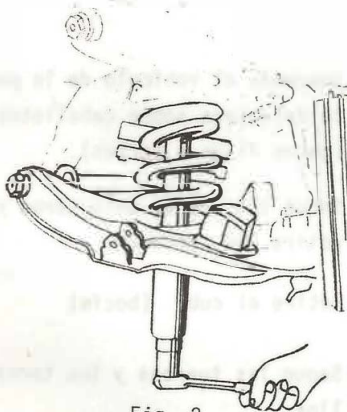

Fig. 2
- Instale el compresor de resortes helicoidales y comprima el resorte (fig. 2).